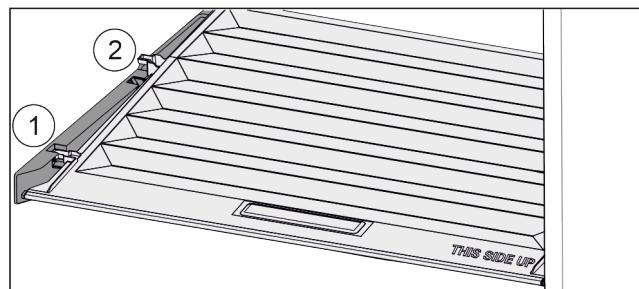

Fig. 107
- Кришку до отвору в деталях для підтримки потягнути вперед Fig. 107 (1).
- Підняти ззаду знизу та вийняти Fig. 107 (2) вгору.